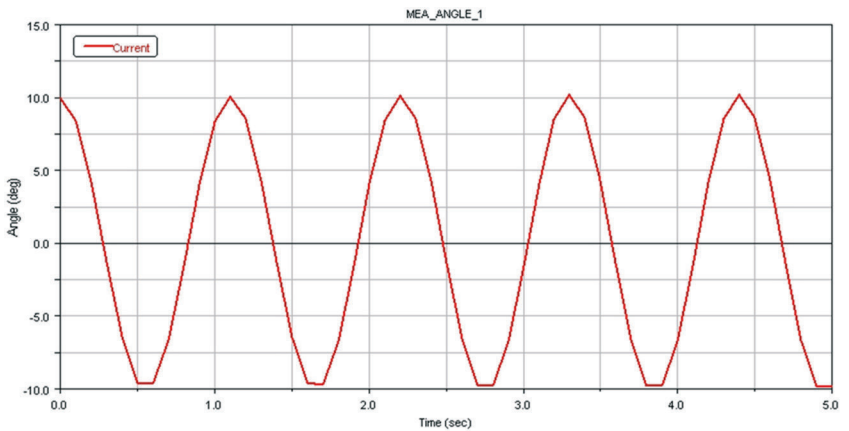

Figura 2.35 – Tela ilustrativa da simulação de obtenção do período no módulo ADAMS/PosProcessor.
- Expanda e selecione a opção *Transfer to full plot*. Nesse momento, você migrará para o módulo ADAMS/PostProcessor. A Figura 2.35 ilustra o gráfico do período obtido.